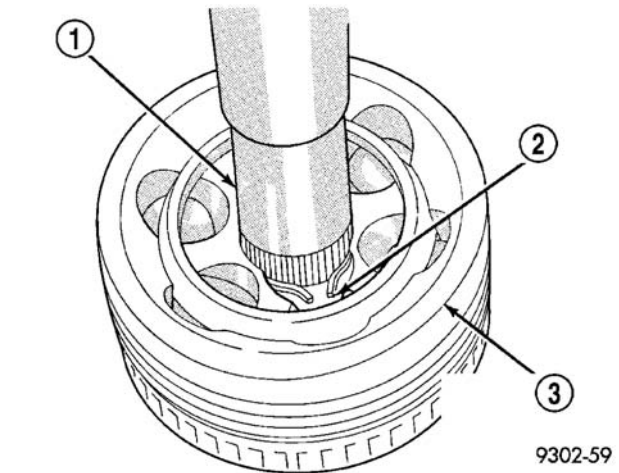

图 29 安装在连接轴上的外等速万向节
(2) 将外等速万向节总成安装到连接轴上。将连接轴推入外等速万向节中，直至卡环进入连接轴的凹槽中，这样万向节就安装到了连接轴上（图 29）。验证卡环完全进入连接轴的凹槽中。